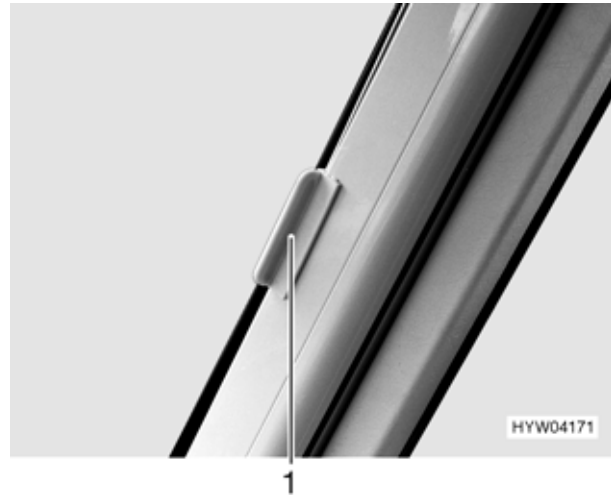

Fig. 17 Dispositivo di bloccaggio aggiuntivo per le tendine oscuranti pieghevoli sulla prua
- Durante la marcia le tendine oscuranti pieghevoli per il parabrezza, la finestra del guidatore e del passeggero devono essere aperte, bloccate e fissate tramite il dispositivo di bloccaggio aggiuntivo (Fig. 17,1).